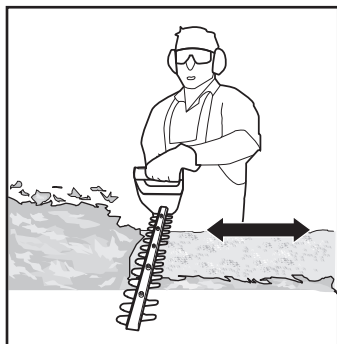

Fig. 9
9. Corte en varias etapas para obtener un mejor resultado, en lugar de intentar cortar en una sola pasada, si la zona de corte es especialmente larga (Fig. 9); los recortes pequeños facilitarán el compostaje.